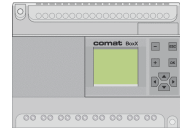

Fig.6.11
- Ajouter:** Si vous souhaitez ajouter un nouveau programme cliquez sur *<Ajouter>*. Une nouvelle boîte de dialogue donnée dans la figure 6.11 apparaît.
- Coller:** Si vous souhaitez insérer une programmation dans une séquence déjà existante, marquez l'enregistrement où vous voulez l'insérer et cliquez sur *<Coller>*. La figure 6.11 représente la boîte de dialogue vous permettant d'insérer la nouvelle programmation en confirmant votre sélection par *<OK>*.